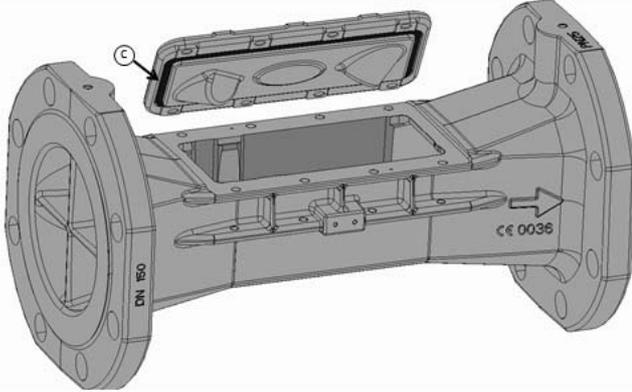

Abb. 4: Formdichtung „c“ beim Interims-Deckel
- Überprüfen Sie den Sitz der Formdichtung „c“ (siehe Abb. 4) am Interims-Deckel. Die Formdichtung muss richtig in der Nut sitzen und frei von Beschädigungen sein.